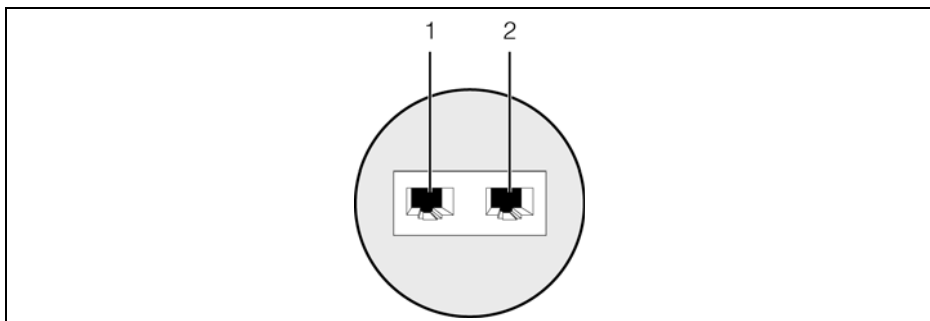

Рис. 3: Штекеры и разъемы
Элементы управления и индикации показаны на рис. 3.
Обозначения на рис. 3
- Соедините датчик дыма кабелем CAN-Bus с CMC III PU или соседними элементами в шине CAN-Bus (рис. 3, поз. 1, 2).